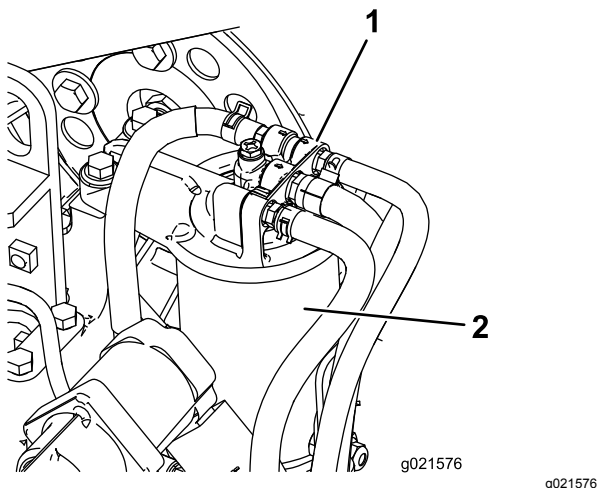

Figura 72
1. Limpe a zona em torno da cabeça do filtro de combustível (Figura 72).
2. Retire o filtro e limpe a superfície de montagem da cabeça do filtro (Figura 72).